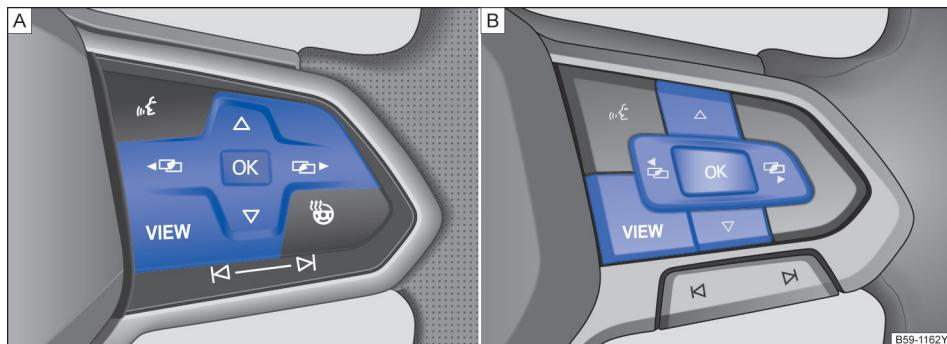

图 20 多功能方向盘右侧：用于操作信息显示器中菜单的按钮
- 若显示屏显示一条信息或车辆图形符号，按压多功能方向盘上的按钮 **OK** → 图 20，可能需按数次按钮。
- 如需浏览选择菜单，按压按钮 **△** 或 **▽** → 图 20
- 如需打开选择菜单里的菜单显示项或信息显示项，按压多功能方向盘上的 **OK** 按钮 → 图 20，或等待数秒钟，直至系统自动打开菜单或显示信息。
- 在多功能方向盘上按压箭头按钮 **Ⓐ** 或 **Ⓑ** → 图 20，直到选中所需的菜单项为止。
- 按压多功能方向盘上的 **OK** 按钮 → 图 20，进行所需更改。✓表示所选的某个特定系统或功能处于激活状态。
- **用多功能方向盘返回：**按压 **Ⓐ** 或 **Ⓑ** → 图 20 即可返回选择菜单。